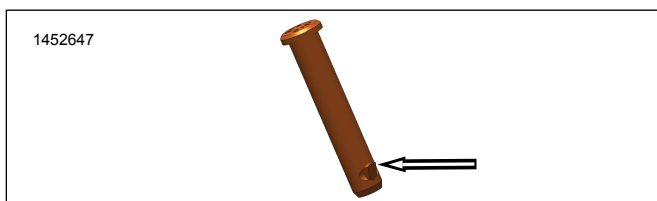

Рисунок 2. Стопорный выступ пальца
- a. Рисунок 2 Найдите стопорный выступ.